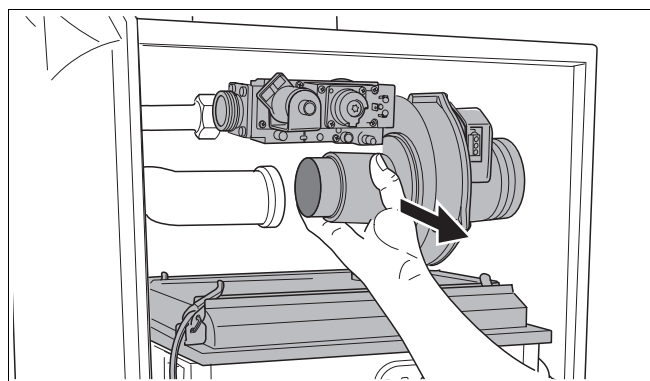

Fig. 115 Aftagning af brænderafdækning med gas-/luftenhed
- Aftagning af brænderafdækning med gas-/luftenhed (fig. 115).